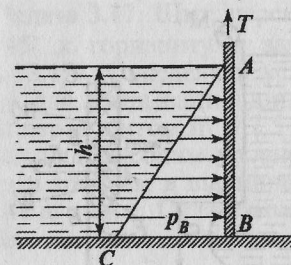

Рис. 3.13
**Задача 3.13.** Определить силу суммарного давления воды на плоский щит, перекрывающий канал, и усилие, которое необходимо приложить для подъема щита. Ширина канала  $b = 1,8$  м, глубина воды в нем  $h = 2,2$  м. Вес щита  $G = 15$  кН. Коэффициент трения щита по опорам  $f = 0,25$  (рис. 3.13).